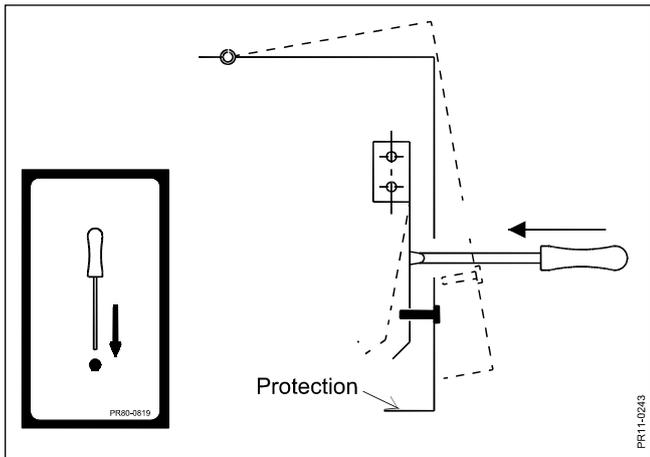
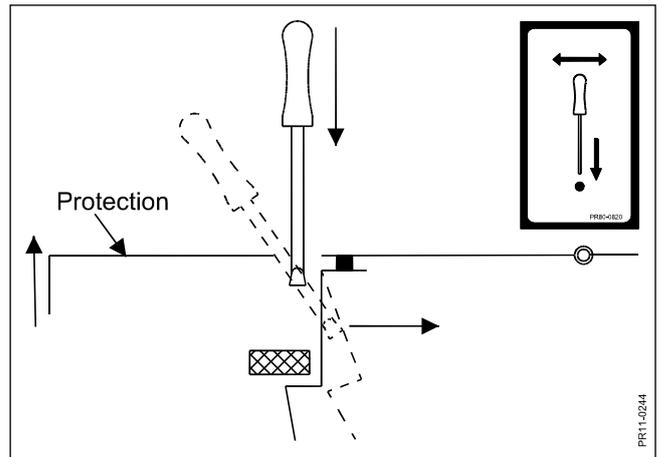

Fig. 6-1
Fig. 6-2
- Fig. 6-1 Dans les opérations d'entretien, il faut souvent ouvrir ou enlever les protecteurs.
- Fig. 6-2 Tous les protecteurs qui ne doivent pas être relevés pour le transport ont été bloqués pour des raisons de sécurité. Le blocage assure que le protecteur ne peut être enlevé sans outil. Les figures 6-1 et 6-2 montrent les deux différents types de blocage et les autocollants correspondants qui les indiquent sur la machine.